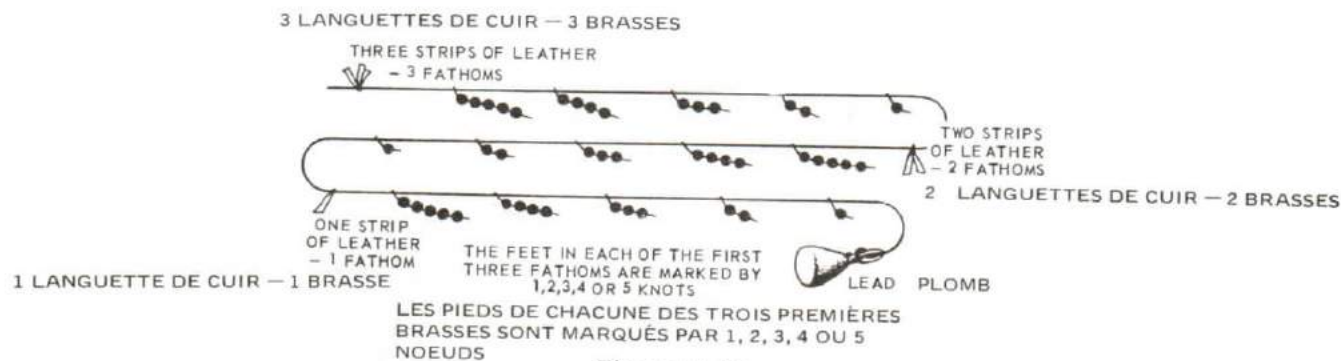

Figure 11-56
13. Boat lead and line is similar to the hand lead and line but the lead is lighter and it has less line. It is used in small boats for soundings. See Figure 11-56.
13. La sonde d'embarcation est une sonde semblable au modèle à main, mais dont le plomb est plus léger et la ligne plus courte. Elle est employée pour les sondages à bord d'embarcations (voir la figure 11-56).
14. The lead is of leg-of-mutton shape, weighing 7 pounds. The line is 14 fathoms of 2-1/2 pound line with markings as shown in Figure 11-56.
14. Le plomb, en forme de patte de mouton, pèse 7 livres. La ligne, longue de 14 brasses, pèse 2 1/2 livres et porte des marques comme le montre la figure 11-56.